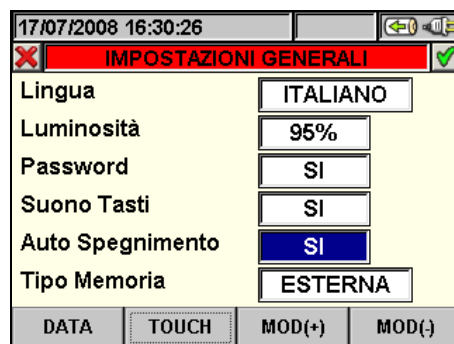

Fig. 15: Videata Impostazione Autospegnimento
1. Posizionare il cursore con i tasti freccia alto o basso sul campo corrispondente alla voce "Auto Spegnimento" evidenziandolo su sfondo blu, come mostrato in Fig. 15